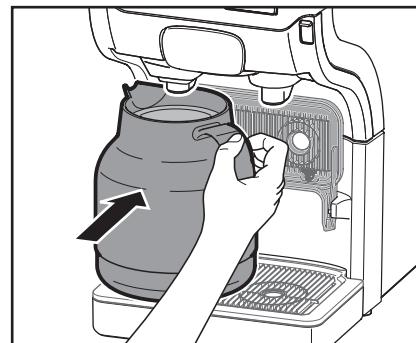

Fig. 12
- Stil kruset på drypbakken (fig. 12).